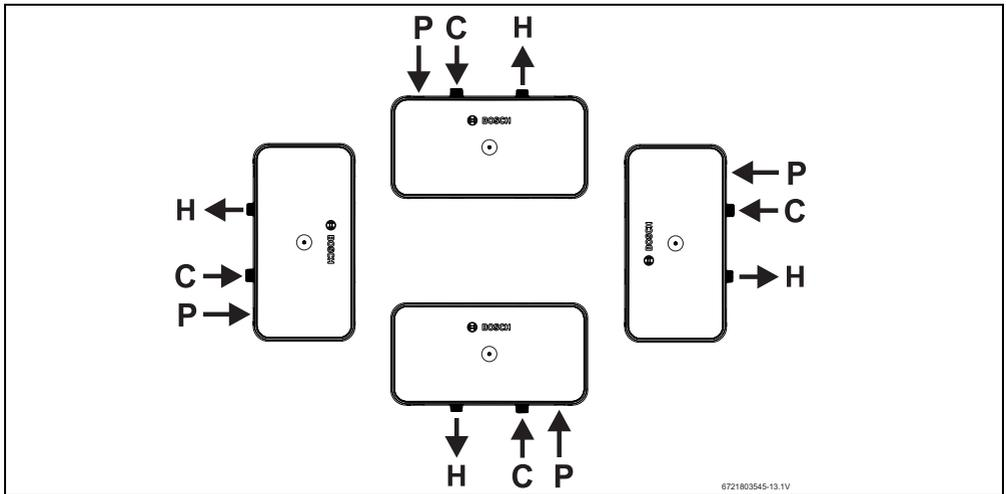

Fig. 13 Exemples d'installations
- ▶ Retirez la zone d'entrée de câble appropriée de la garniture inférieure. Voir fig. 13 pour les positions d'installation et points d'entrée de câbles acceptables.